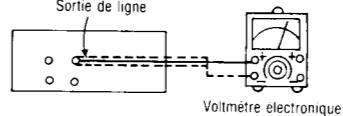

Fig. 4
- Le raccordement de l'équipement d'essai est montré à la Fig. 4.